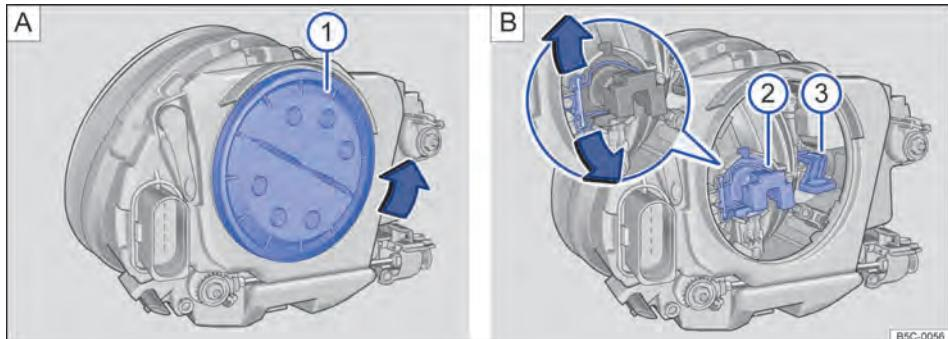

Fig. 176 No compartimento do motor: ① cobertura do farol dianteiro esquerdo, ② farol baixo e farol alto, ③ luz de posição e farol de rodagem diurna. ▶
10.	Travar o gancho extrator ⇒ Fig. 176 B sempre no sentido anti-horário. Verificar a fixação correta puxando levemente.
11.	Colocar a cobertura de plástico (1) no farol e girar até o batente no sentido horário (contrário ao sentido da seta).